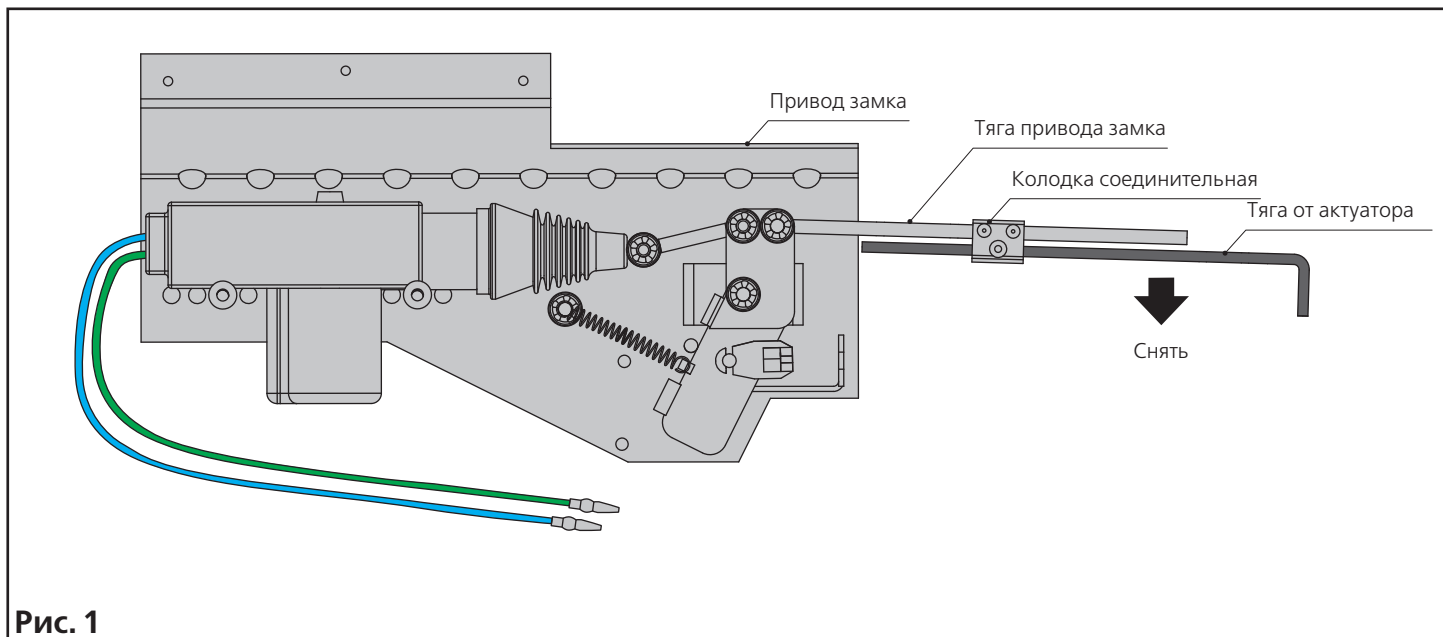

Рис. 1
3.2.1 Демонтируйте замок правой сдвижной двери. Для этого открутите три штатных винта его крепления (рис. 1).
3.2.4 Отсоедините тягу от актуатора с привода замка, ослабив колодку соединительную (рис. 1).
3.2.6 Поставьте замок правой сдвижной двери обратно на место, закрепив штатными винтами (рис. 1, стр. 18).